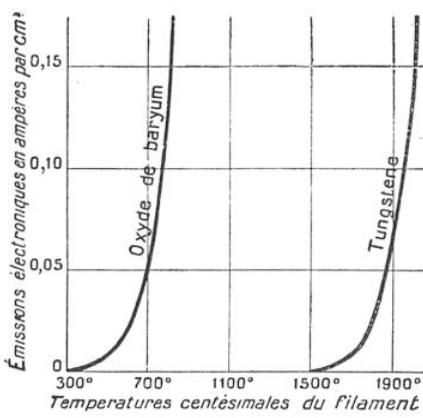

FIG. 6
Les résultats sont représentés par les deux graphiques de la figure 6 : lorsque la température croît (curseur *D* se déplaçant de gauche à droite), l'émission thermoélectronique augmente *extrêmement vite* (1). Pour retrouver le nombre d'électrons qui, à chaque seconde, abandonnent le filament, il suffit de se rappeler qu'un ampère correspond à 6.290.000.000.000.000.000 électrons. C'est le graphique de droite, marqué «tungstène» (fig. 6) qui correspond au cas de la figure 5, tel que nous l'avons décrit ci-dessus. Quant au graphique de gauche, il concerne la découverte du savant allemand Wehnelt (1903), qui remarqua que, lorsqu'un métal est recouvert d'un oxyde — tel que l'oxyde de baryum, corps très analogue à la chaux vive —, l'émission thermoélectronique est augmentée dans des proportions fantastiques (2) : l'oxyde de baryum à 700° (rouge sombre) émet autant d'électrons que le tungstène à 1900° (blanc éblouissant). Ce principe trouve son application dans les *lampes micros* de T.S.F.,